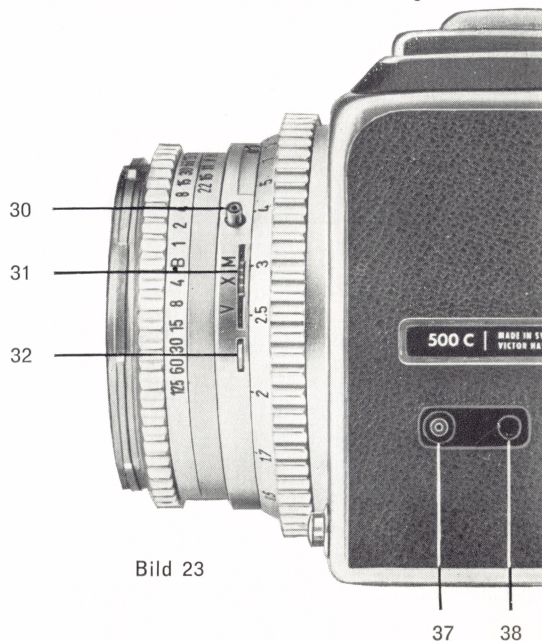

Bild 23
Das Bedienungsrad (15) hat zwei Funktionen: a) Filmtransport, b) Herstellung der Aufnahmebereitschaft der Kamera. Gleichzeitig mit dem Filmtransport erfolgt das Herunterklappen des Spiegels und das Spannen des Verschlusses. Dazu ist das Bedienungsrad um eine Umdrehung im Uhrzeigersinn zu drehen. Dabei werden auch die Kontrollmarken für die Aufnahmebereitschaft des Kameragehäuses (18) und für den Filmtransport (20) betätigt. Bild 23 zeigt die verschiedenen Kombinationen, welche u.a. nach einem Wechsel des Rollfilmmagazines denkbar sind.